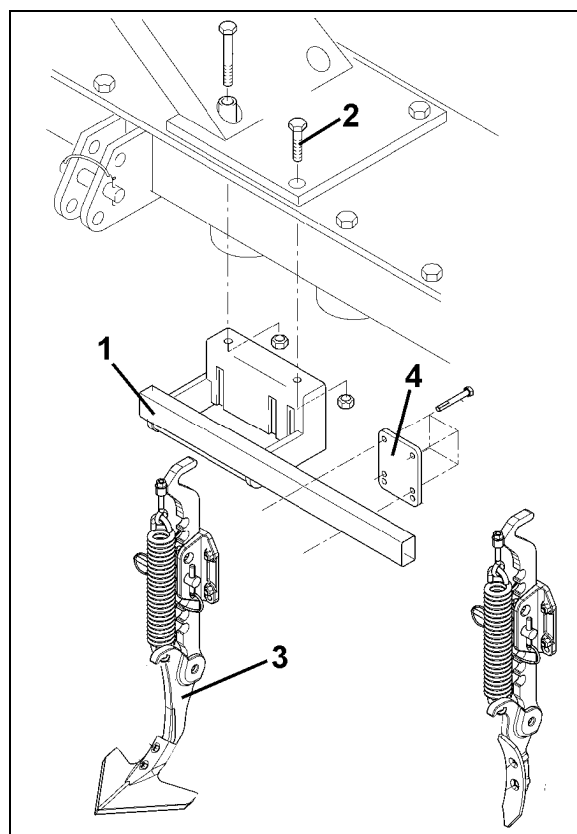

Bild 21
Markbearbetningsmaskinen kan användas med litet arbetsdjup om dessa djupa spår först avlägsnas med hjälp av hjulspåruppluckaren (Bild 21).
2. Skruva fast rörbalken (Bild 21/1) i markbearbetningsmaskinen med två lockskruvar (Bild 21/2).
3. Fäst spåruppluckaren (Bild 21/3) på rörbalken med hjälp av klämplatta (Bild 21/4) och skruvar.